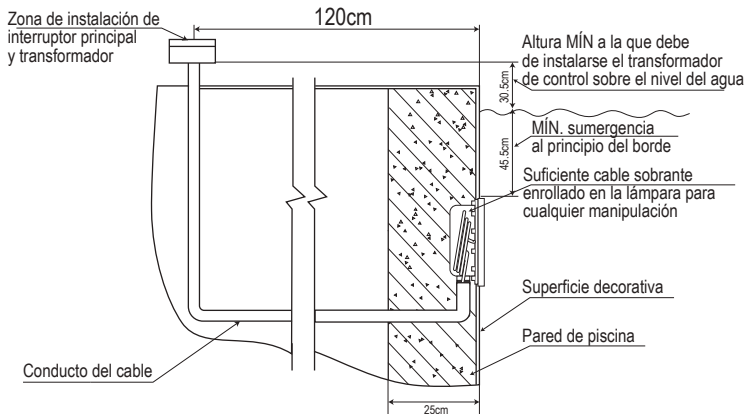

Figura 2A. Lámpara con nicho
- 1.- Dejar suficiente espacio en la alberca para cementar el nicho, respetando el diagrama de la figura 2A y 2B descrito anteriormente (consulte modelos).